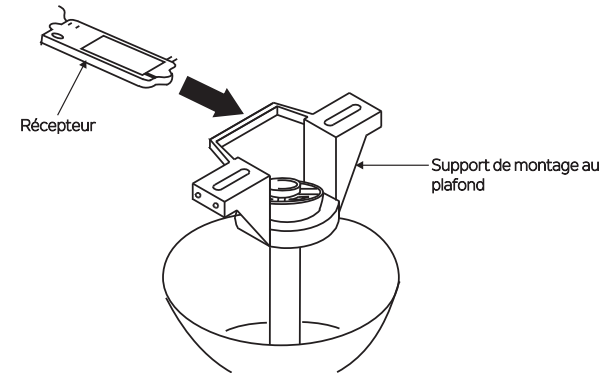

Fig. 13
**Étape 1.** Insérer le récepteur dans le support de montage de plafond avec le côté plat du récepteur, face au plafond. (Fig. 13) Pour une meilleure performance, s'assurer que l'antenne noire, au bout du récepteur, demeure déployée, et qu'elle ne soit pas entourée de fils électriques.